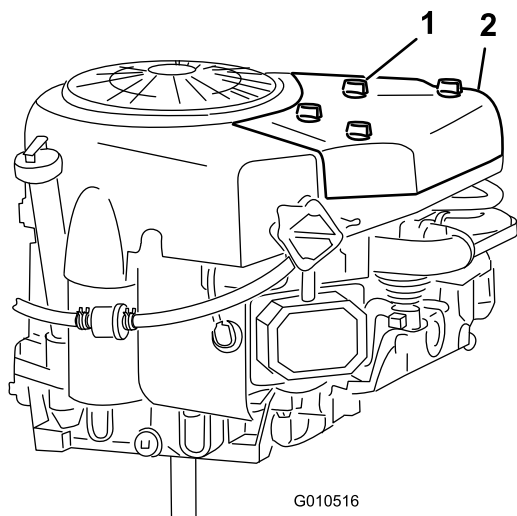

Bild 21
2. Schrauben Sie die Handräder los und entfernen Sie die Luftfilterabdeckung (Bild 21).
3. Montieren Sie die Luftfilterabdeckung und Handräder (Bild 21)